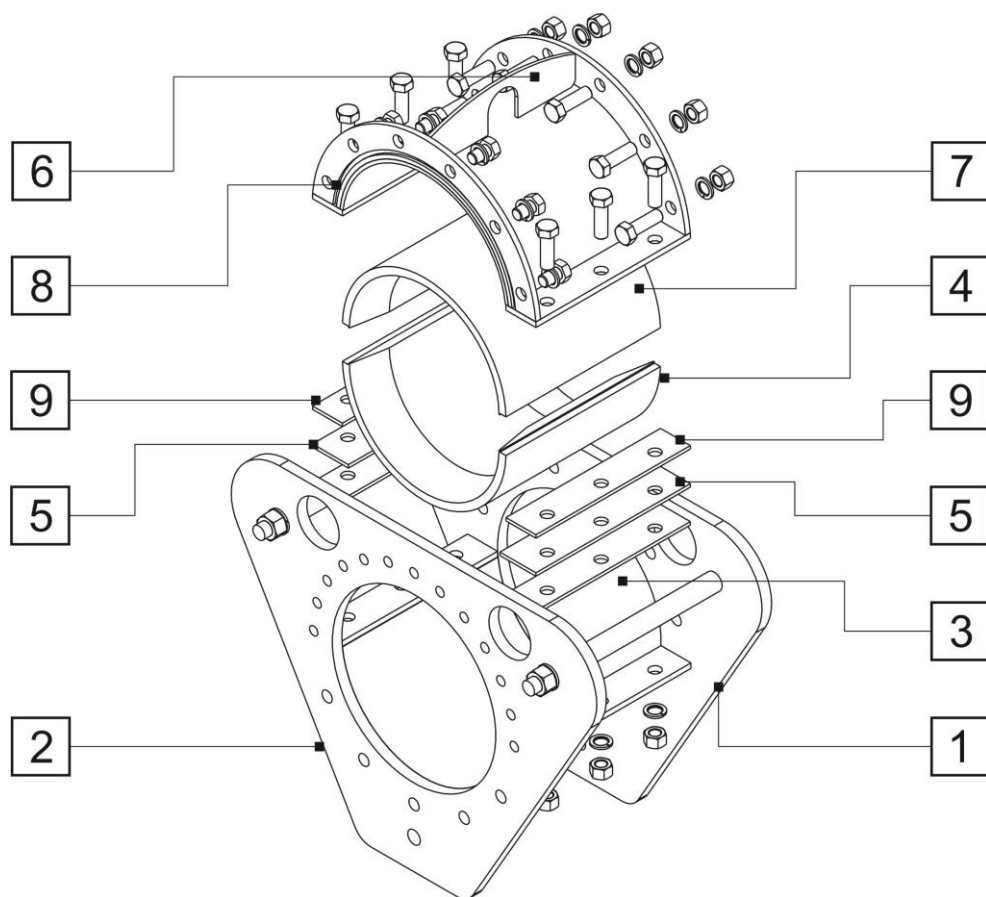

Рис. 7 Промежуточная опоры
Промежуточная опора (Рис. 7) состоит из перфорированных плит (1, 2) с корпусом (3) внутри которого установлена нижняя половина сменного вкладыша (4), изготовленного из износостойкого материала. Вкладыш (4) удерживается от проворачивания пластинами (5). Сверху корпуса (3) расположена съемная крышка (6), внутри которой установлена верхняя часть сменного вкладыша (7). На торцевых частях крышки (6) имеются специальные проточки (8) внутрь которых наносится консистентная прокладка – герметик для обеспечения пыленепроницаемости соединения. Место стыковки крышки (6) и корпуса (3) герметизируется резиновыми прокладками (9).